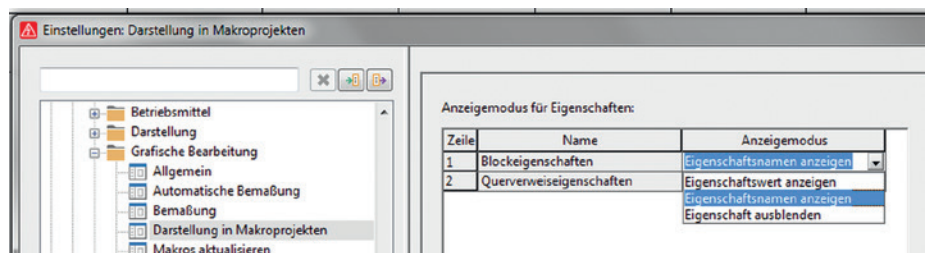

Bild 2.21
- **Darstellung in Makroprojekten:** ist eine Einstellung, um festzulegen, wie Block- und Querverweiseigenschaften in Makroprojekten angezeigt werden (Bild 2.21). In Schaltplanprojekten ist diese Einstellung nicht änderbar.
HINWEIS: Die Einstellungen im Knoten »Automatische Bemaßung« (Bild 2.21) gelten nicht für den einfachen, manuellen, 2D-Schaltschrankaufbau. Sie werden hier auch deshalb nicht weiter betrachtet.